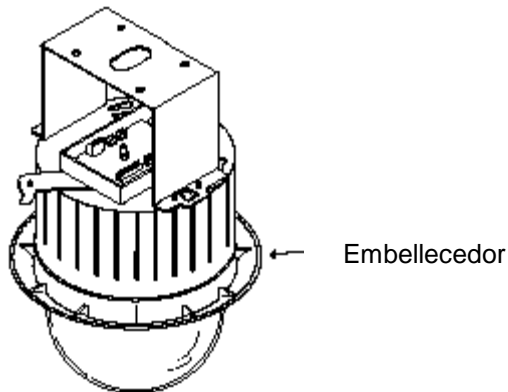

Figura 7
7. (Figura 7) Coloque el embellecedor del domo en el domo.